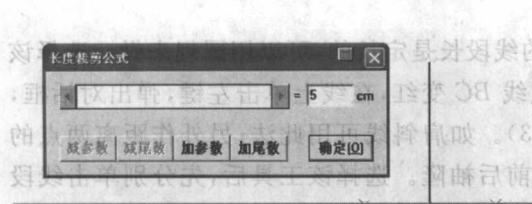

图 2-2-37
(18)  线上两等距离:它可以完成从一条线上的点向两边平分。选中该工具后,单击一条线段的端点并沿该线拖动鼠标再单击,在对话框中输入尺寸即可(图 2-2-37)。